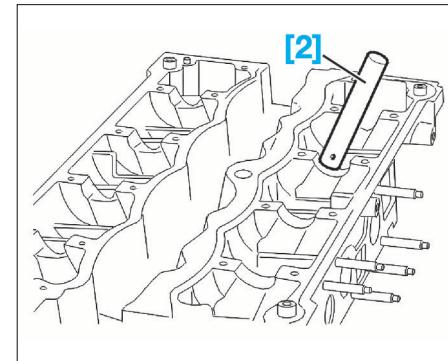

FIG. 36
- [2]. Mandrin de montage des joints de queue de soupapes (outil 0132-W) (Fig.36).
Au montage, il est conseillé d'utiliser un tube [2] de diamètre approprié (Fig.36).